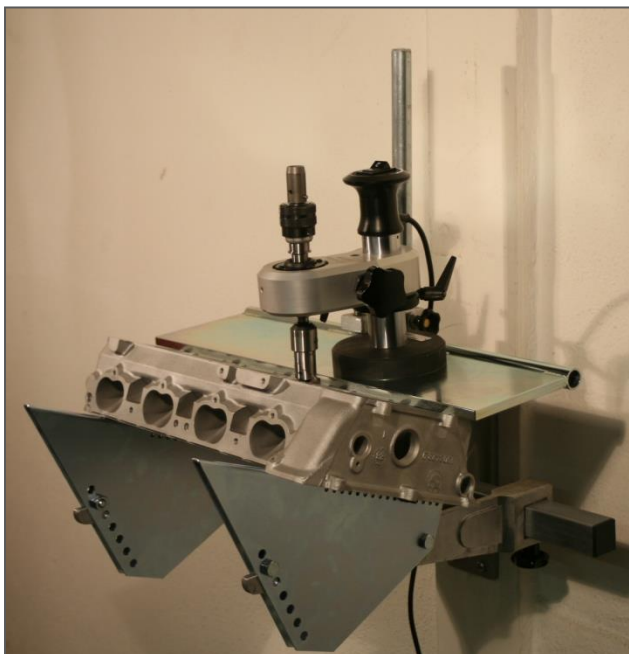

Fig. 4
Falls der Zylinderkopf wie auf Fig. 4 schräge Ventilsitze aufweist, muss der Zylinderkopf-Support mit den Schräghaltern (SH) ausgestattet werden.
Die Schräghalter können einfach montiert werden und bieten eine sichere und solide Basis für die Ventilsitzbearbeitung mit dem VGX-21. Fig. 4